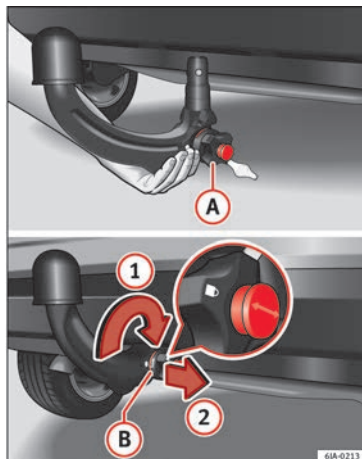

Fig. 198 Colocação da barra de cabeça esférica/fecho da fechadura e extração da chave.
- Segure a barra de cabeça esférica por baixo » Fig. 198 e introduza-a no casquilho de fixação até ao limite e ouvir que encaixa » ⚠.